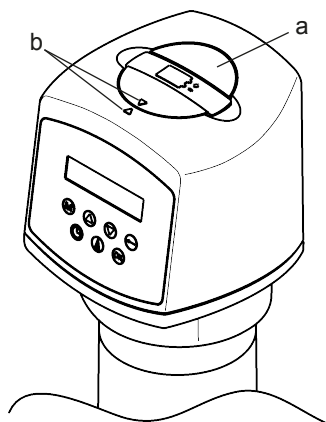

Abb. 7: Batteriewechsel
5. Batteriedeckel wieder schließen. Auf korrekte Lage der Pfeilmarkierungen achten (siehe Abbildung 7).